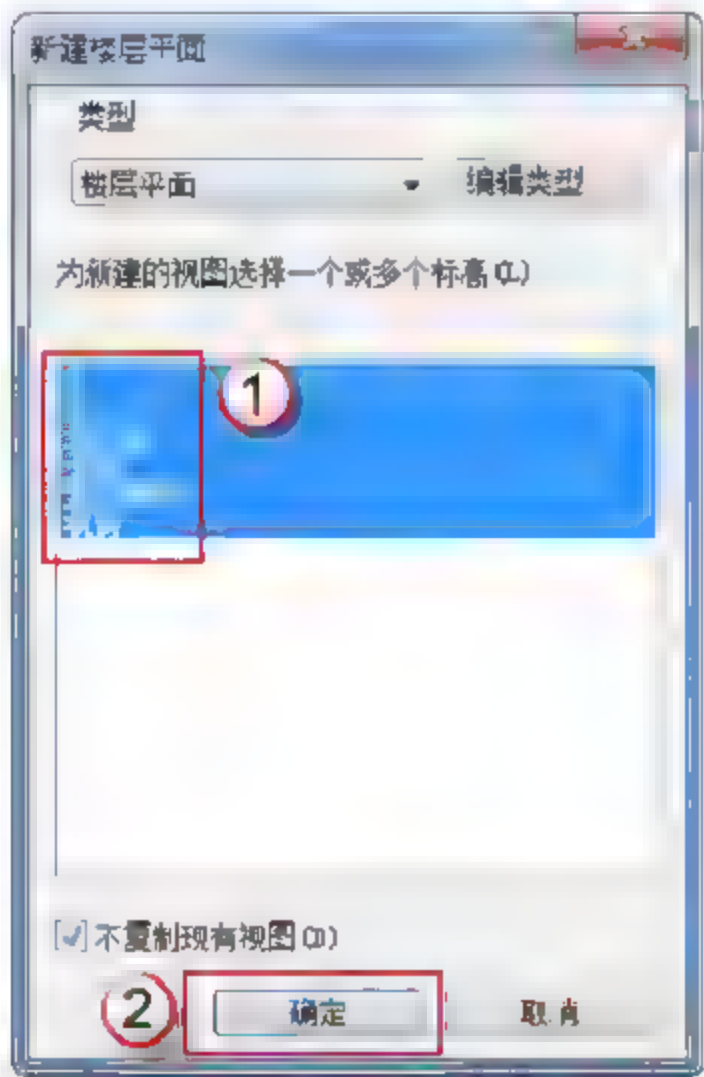
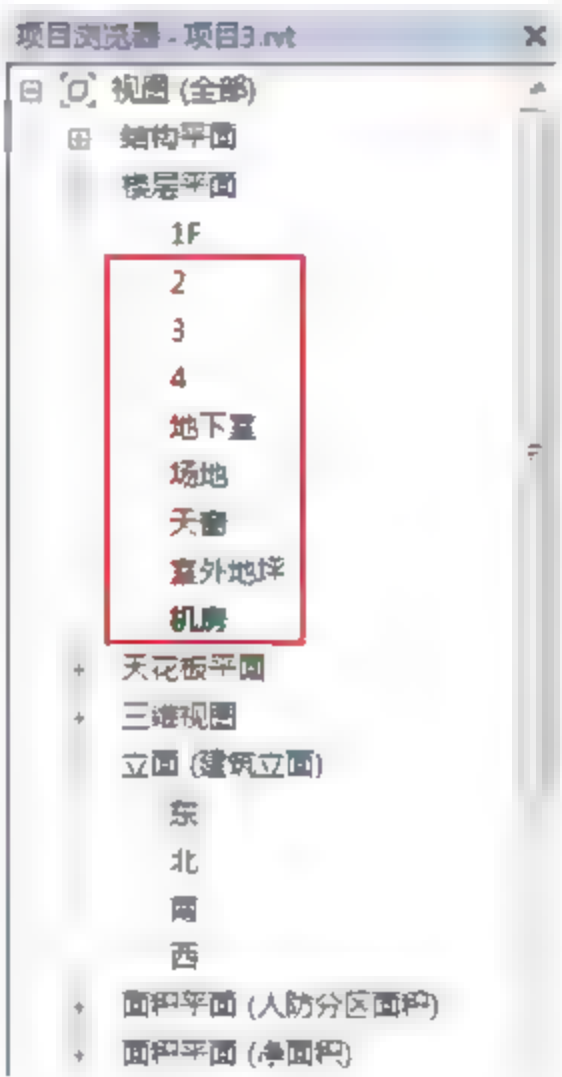

图 1.2.36 新建楼层平面视图
图 1.2.37 生成的楼层平面视图
(15) 生成与标高相对应的楼层平面视图。选择“视图”→“平面视图”→“楼层平面”命令，在弹出的“新建楼层平面”对话框中，选择还未生成楼层平面视图的所有标高，并单击“确定”按钮，如图 1.2.36 所示。完成此步操作后，可以在“项目浏览器”面板中观察到系统生成了与标高相对应的楼层平面视图，如图 1.2.37 所示。